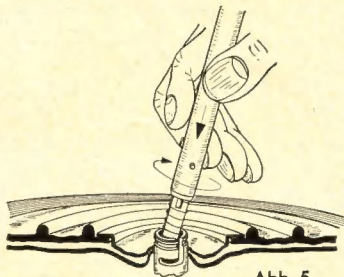

Abb. 5
- Wechselachse einstecken und verriegeln (Abb. 5).